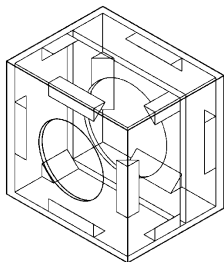

Fig. 1
9. Se possibile, usare pannelli in fibra di vetro a due o tre strati e rinforzi (vedi fig. 1) per rinforzare la cassa del diffusore. Usare fibra di vetro a media densità (MDF) da 21 mm o particleboard ad alta densità (HDP).